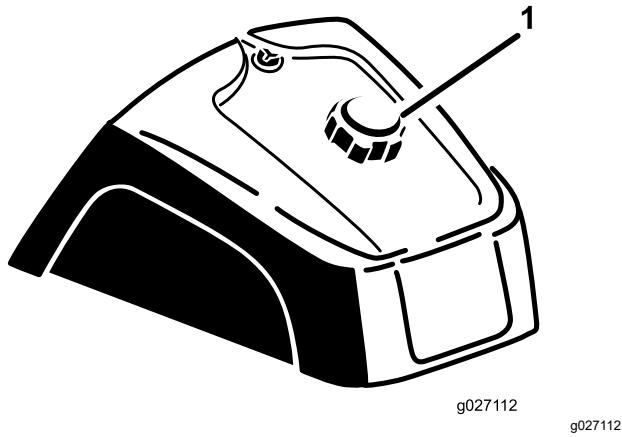

Bild 16
1. Reinigen Sie den Bereich um den Tankdeckel (Bild 16).